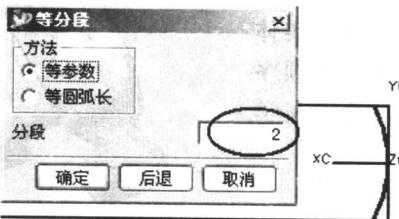

图 1-34 平分线段
(3) 利用工具栏“编辑曲线”→“分割曲线”→“等分段”把上一步生成的圆弧平分成两段，如图 1-34 所示。